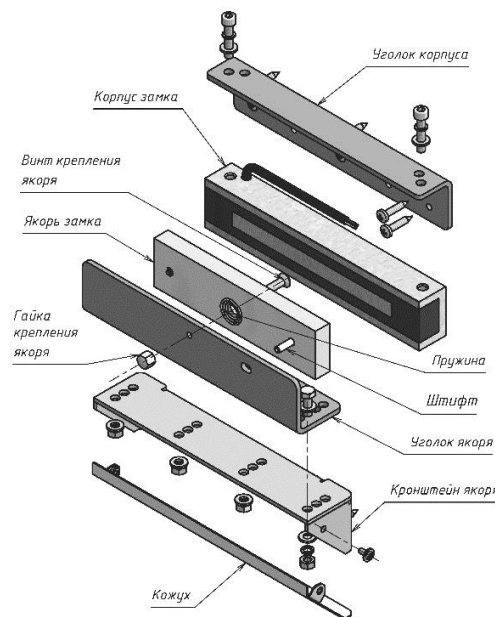

Рисунок 12 - Крепление замка на дверь, открывающуюся вовнутрь
- МК AL-350FB-M-03 монтажный комплект для крепления замка AL-350FB-M на дверях, открывающихся вовнутрь (рисунок 12).